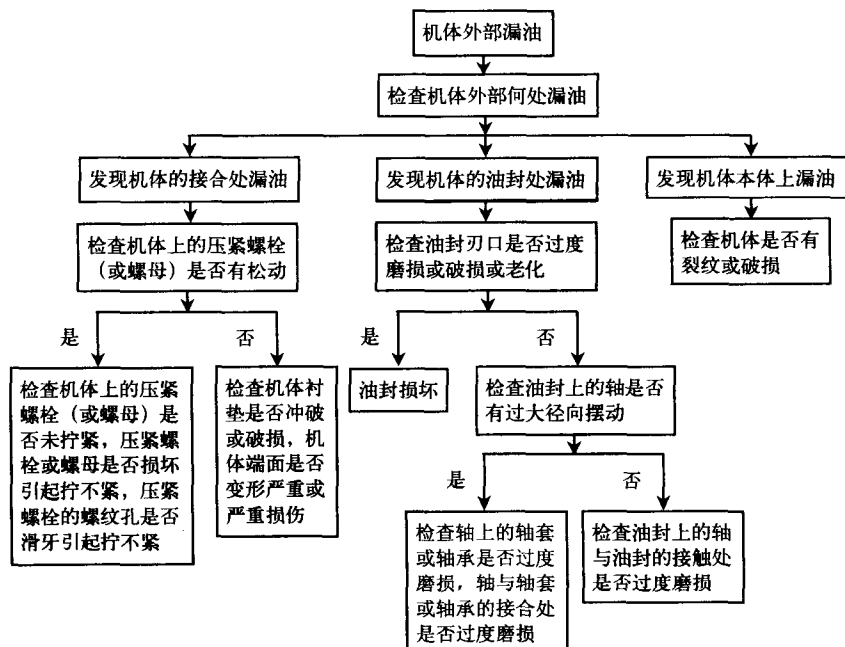

图 1-5 机体外部漏油的故障诊断程序
2. 故障诊断 机体外部漏油的故障诊断程序如图 1-5 所示。